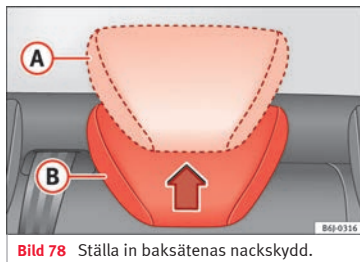

Bild 78 Ställa in baksätens nackskydd.
- Uppfällt läge eller användningsläge **A** » **bild 78**. I detta läge används nackskyddet normalt och skyddar tillsammans med säkerhetsbältena bak passageraren i baksätena.
- Viloläge, **B** används inte » **bild 78**. I detta läget förbättras förarens sikt bakåt.